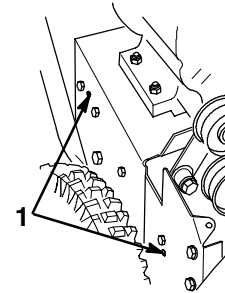

**Figure 26**
15. Vérifiez que le patin de frein est monté correctement sur le bras de frein. Le pan coupé du patin de frein doit être placé comme illustré à la Figure 26.
**12.** Vérifiez que le patin de frein est monté correctement sur le bras de frein. Le pan coupé du patin de frein doit être placé comme illustré à la Figure 26.